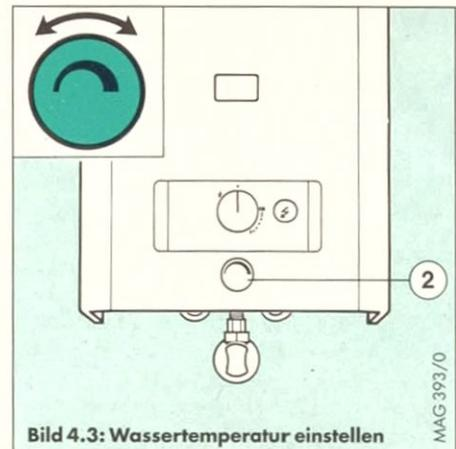

Bild 4.3: Wassertemperatur einstellen
4.3 Wassertemperatur einstellen (Bild 4.3)